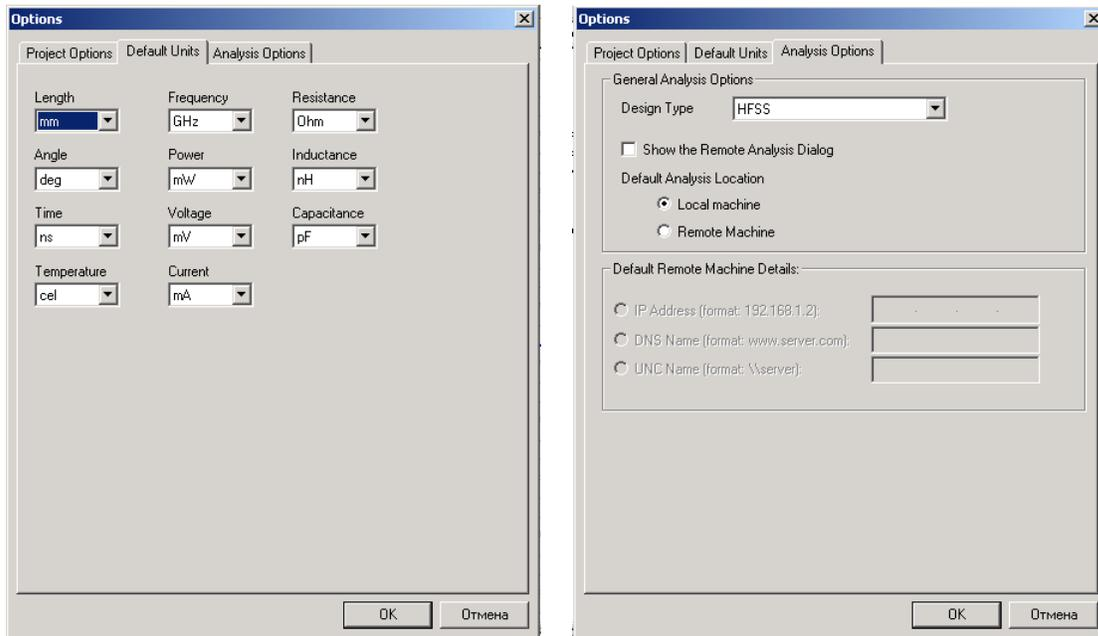

Рис. 7.6. Закладки установки единиц и установки опций анализа
2. В диалоговом окне **Set Model Units**, нажмите **Select units**, выберите **mm** и затем нажмите **OK** (рис. 7.6).